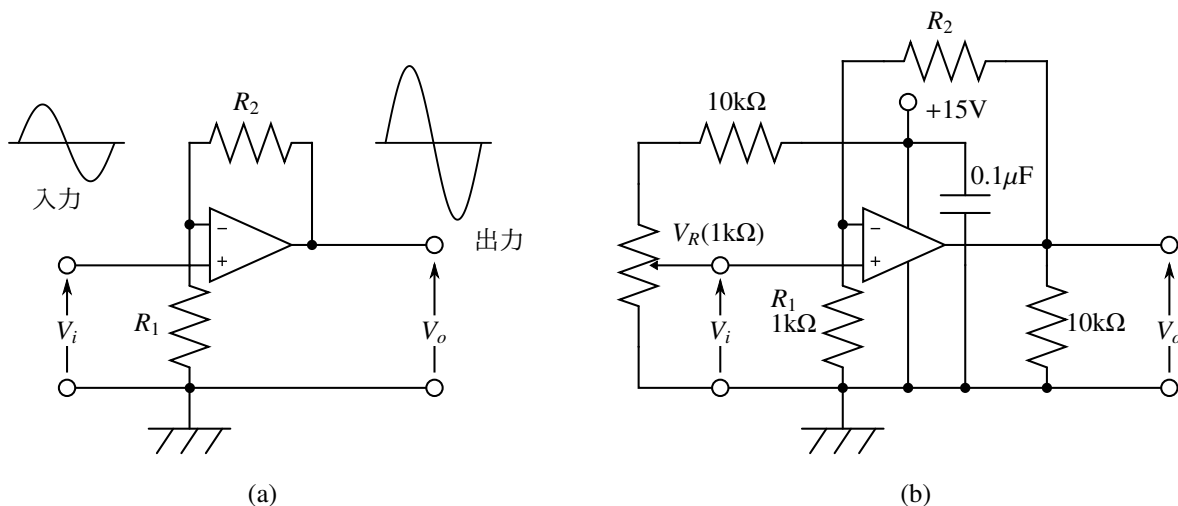

図 12-2 非反転増幅の基本回路 (a) および実験回路 (b)
オペアンプの非反転入力端子(+in)に入力電圧を加え、それと同位相の出力電圧を得る回路を非反転増幅回路(図 12-2(a))という。入力電圧としては、直流電圧と交流電圧のどちらでも印加できるが、本節では、直流電圧の増幅について実験する。
1. オペアンプのピン接続図 (図 12-1) および実験回路図 (図 12-2 (b)) をもとに、ブレッドボード上に単一電源動作での非反転直流増幅回路を組み立てる。図中のコンデンサ  $0.1\mu\text{F}$  は、オペアンプが異常発振するのを防ぐ目的で入っている。
5. オシロスコープで入出力電圧を観測する．オシロスコープの CH1 に入力波形を，CH2 に出力波形を入力し，画面上で図 12-2 (a) のように，同位相であることを確認し，持参したグラフ用紙に波形を写し取る．歪みのない適当な 1 対の入出力波形があればよい．その際，スケールも描き入れること．